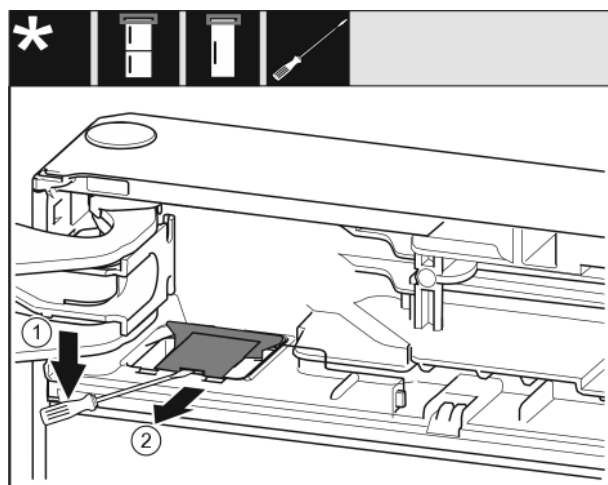

Fig. 9
- Используя шлицевую отвертку, освободите и поднимите крышку. Fig. 9 (1)
- Извлеките крышку. Fig. 9 (2)